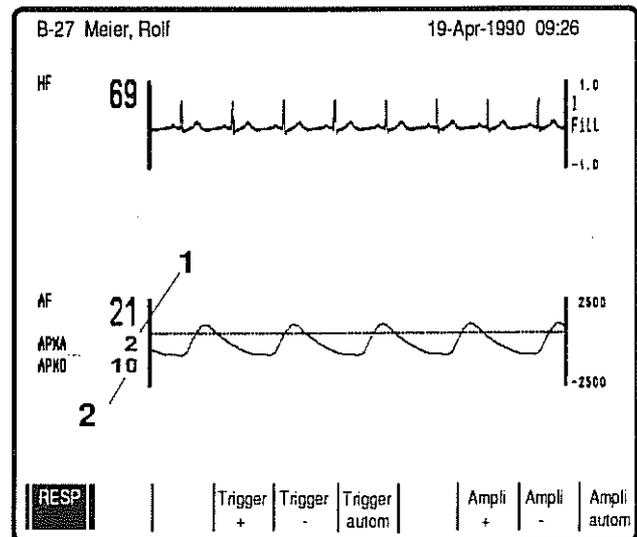

Bild 6
Die Anzahl der aufgetretenen Apnoen/min wird links neben der Atemkurve angegeben (1) (Bild 6), ebenso das Atemdefizit pro Minute (Zeitdifferenz zwischen Atempause und folgender Inspiration) (2).